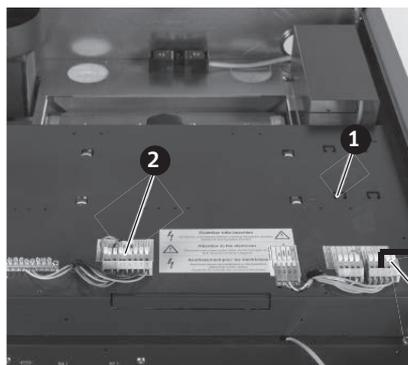
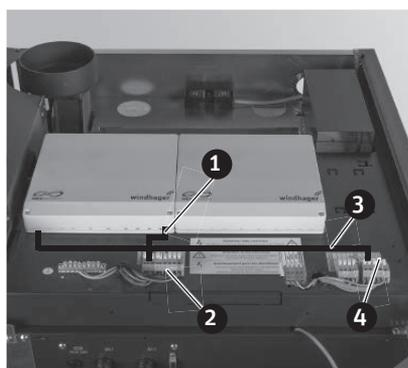

Fig. 121 Morsetti di collegamento per componenti di sicurezza e collegamento LON ai moduli funzionali (regolazione MES INFINITY)
Fig. 123 Modulo funzionale (regolazione MES INFINITY) montato sul quadro di comando della caldaia
- ▶ nel quadro di comando della caldaia (Fig. 123) - punto 15.2.
- ▶ La resistenza del collegamento LON e i ponti dei componenti di sicurezza devono essere rimossi solo una volta effettuato il collegamento – Fig. 121, Fig. 123.